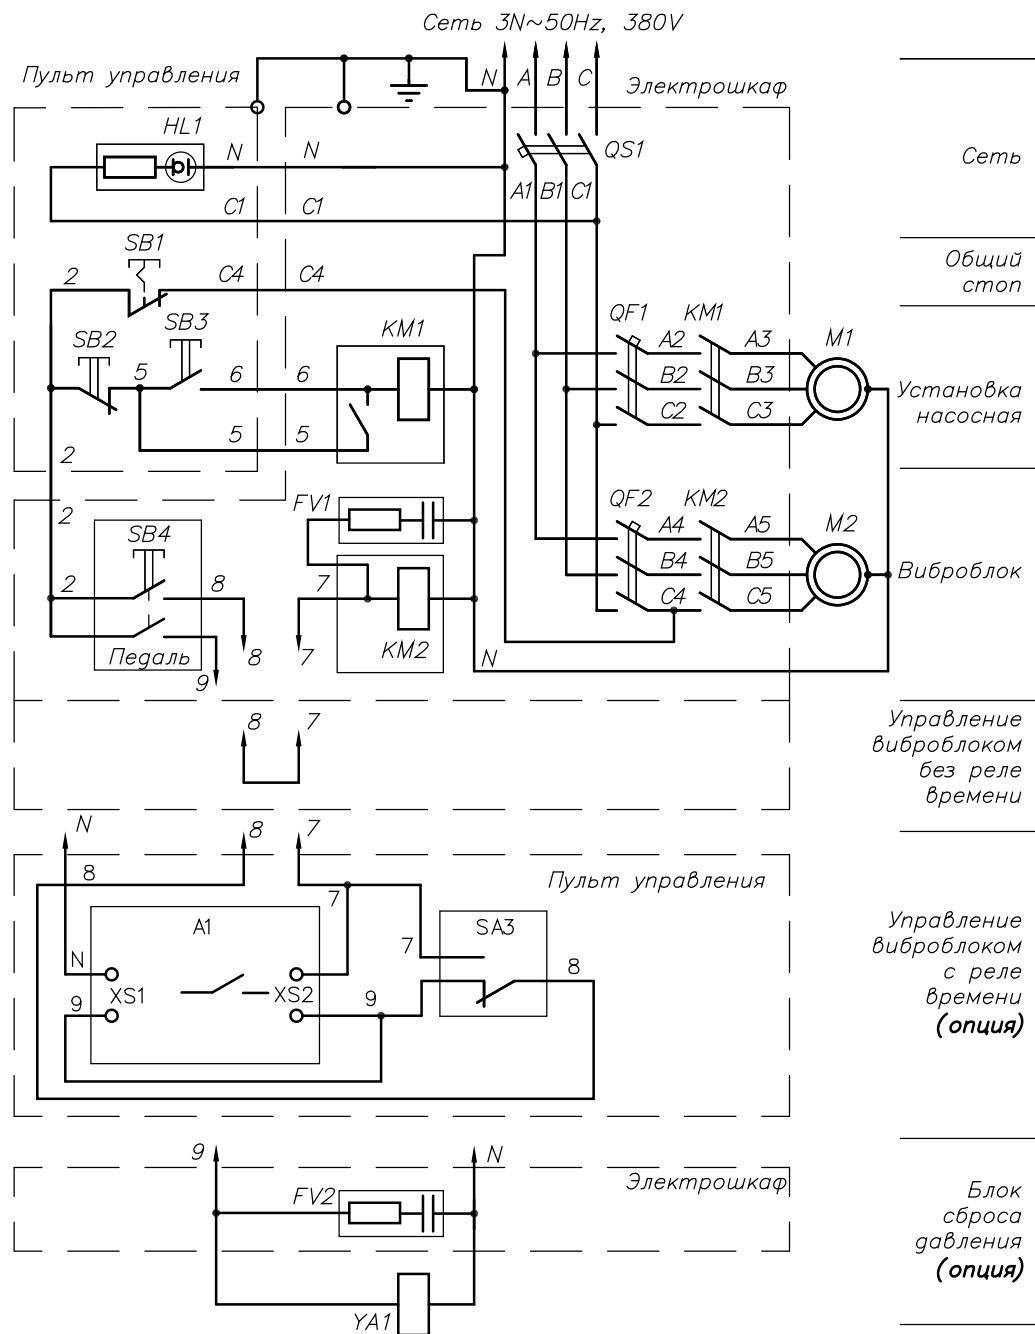

Рис. 13 .Схема электрическая принципиальная.
3.9. Выполнить электромонтажные работы в соответствии со схемой (рис. 13, 14, 15).